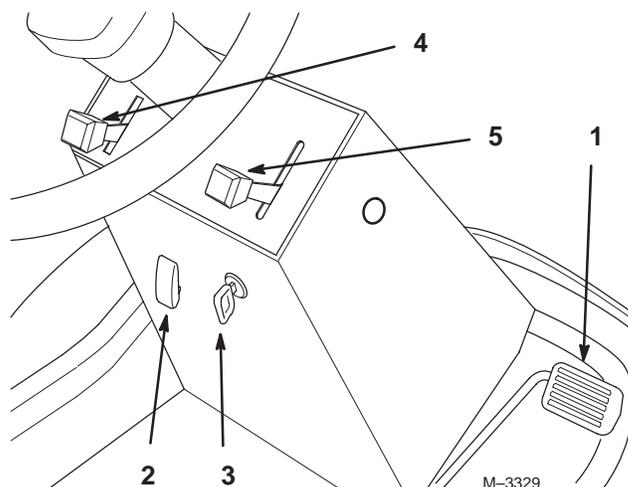

Bild 9
1. Stellen Sie den Gashebel auf Langsam (Bild 9).
2. Drehen Sie den Zündschlüssel auf Ein (Bild 9).
1. Vermindern Sie den Druck auf das Fahrpedal, um die Maschine zum Stillstand zu bringen. (Bild 9).
2. Schieben Sie, um die Zapfwelle einzukuppeln, die Schutzabdeckung hoch und bewegen den ZWA-Schalter auf EIN (Bild 9).
1. Das Schließen der Abdeckung stellt den ZWA-Schalter auf AUS (Bild 9).
1. Stellen Sie, um vorwärts zu fahren, Ihren Fuß auf das Fahrpedal (Bild 9).
3. Drücken Sie langsam auf die Oberseite des Fahrpedals, um vorwärts zu fahren (Bild 9).
1. Stellen Sie, um rückwärts zu fahren, Ihren Fuß auf das Fahrpedal (Bild 9).
3. Drücken Sie langsam auf die Unterseite des Fahrpedals, um rückwärts zu fahren (Bild 9).